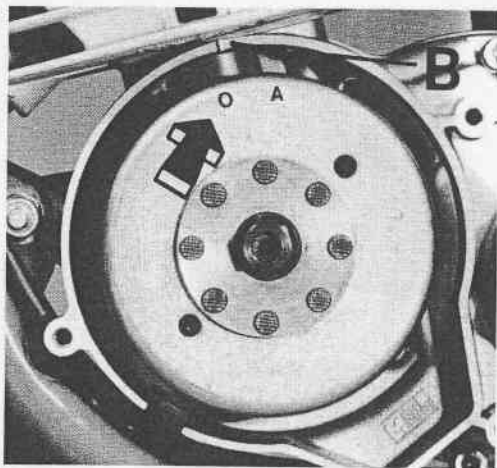

Fig. 23 - Volant électronique
- Vérifiez que le point "O" sur l'inducteur du volant coïncide avec l'encoche B située sur le carter du moteur (Fig. 23).